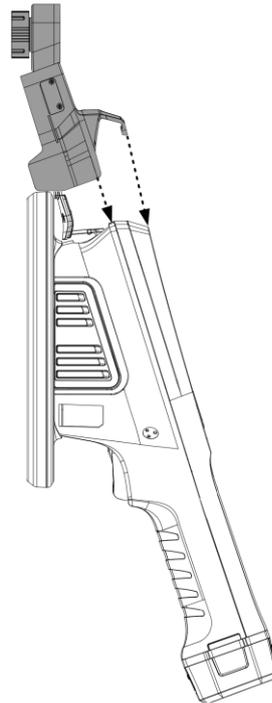

Abbildung 2-3 Ausrichtung der Halterung und der Wärmebildkamera
2. Richten Sie die Halterung und die Wärmebildkamera entsprechend der Pfeilrichtung aus (siehe *Abbildung 2-3*), sodass die Kante der Halterung parallel zum Kameragehäuse verläuft.